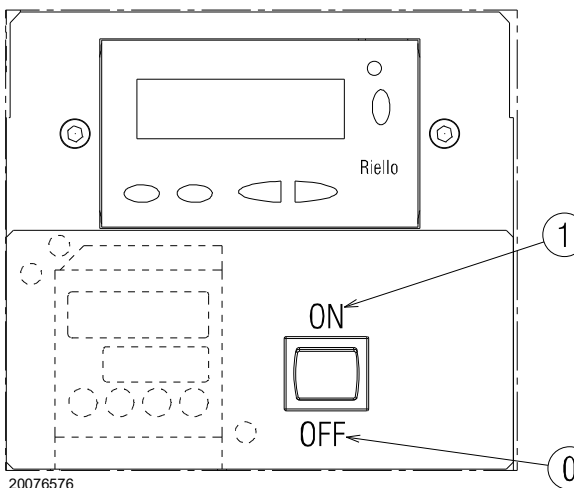

Рис. 25
Замкните термостаты/реле давления и установите выключатель (Рис. 25) в положение «1/ВКЛ.».
- Установите выключатель Рис. 25 в положение «0/ ВЫКЛ.» и подождите, пока автомат горения не выполнит процедуру отключения.
Горелка находится в режиме ожидания тепла или переключатель «0-1» (Рис. 25 на стр. 30) установлен в положении «0».